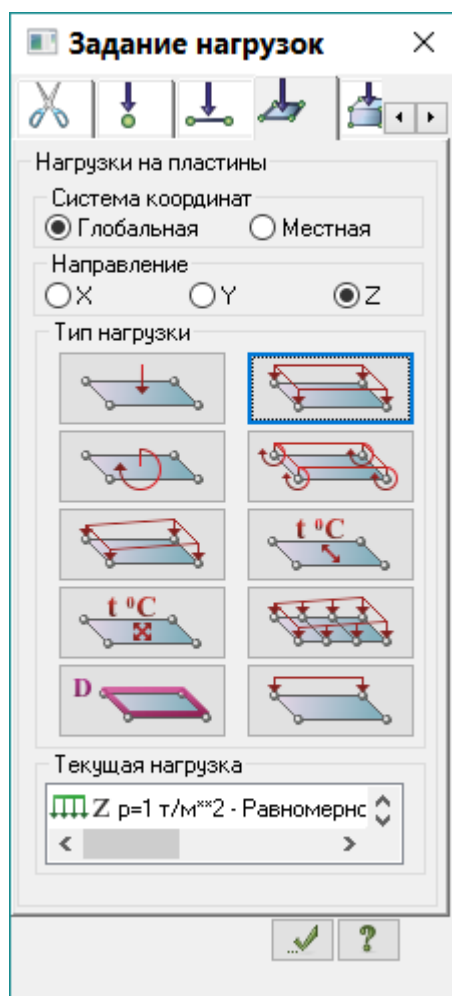

Рис.16.16. Диалоговое окно **Задание нагрузок**
- Вызовите диалоговое окно **Задание нагрузок** на закладке **Нагрузки на пластины** (рис.16.16)